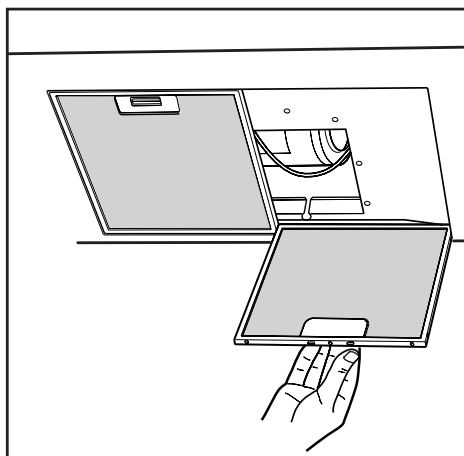
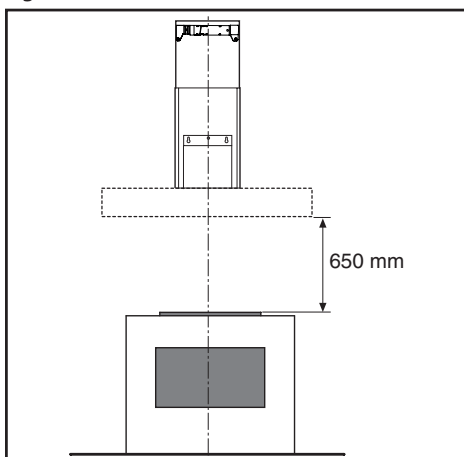

Fig.6
Fig.10
• La distanza minima fra la superficie di supporto dei recipienti di cottura sul dispositivo di cottura e la parte più bassa della cappa da cucina deve essere di almeno 65 cm (Fig.10). Se dovesse essere usato un tubo di connessione composto di due o più parti, la parte superiore deve essere all'esterno di quella inferiore. Non collegare lo scarico della cappa ad un condotto in cui circoli aria calda o utilizzato per evacuare fumi degli apparecchi alimentati da un'energia diversa da quella elettrica. Prima di procedere alle operazioni di montaggio, per una più facile manovrabilità dell'apparecchio disinserire il filtro/i antigrasso (Fig.6).